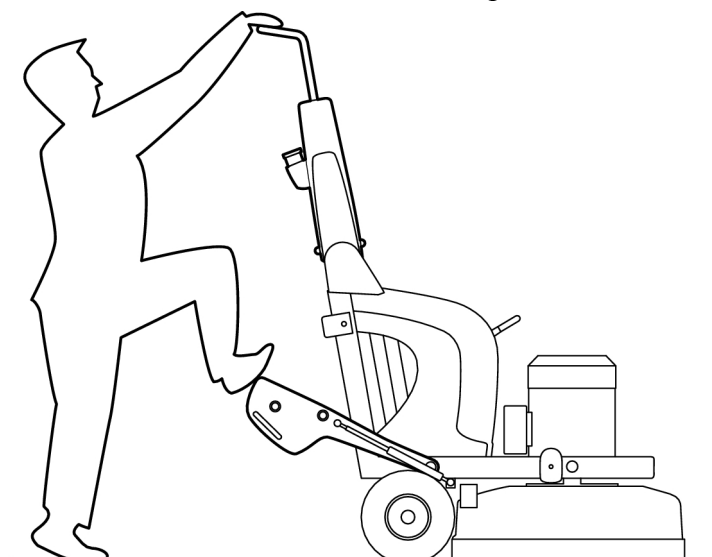

Bild 4-9. Fot på vikt
2. Fäll vikterna bakåt och sätt ena foten på en av vikterna, se Bild 4-9, sidan 22.